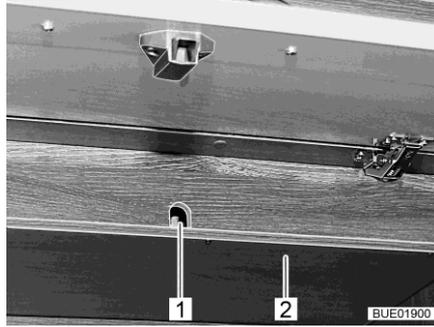

Fig. 195 Trampilla en el armario de pared
- Quitar la cubierta (Fig. 195,2) debajo del orificio de acceso (Fig. 195,1) a la manivela.